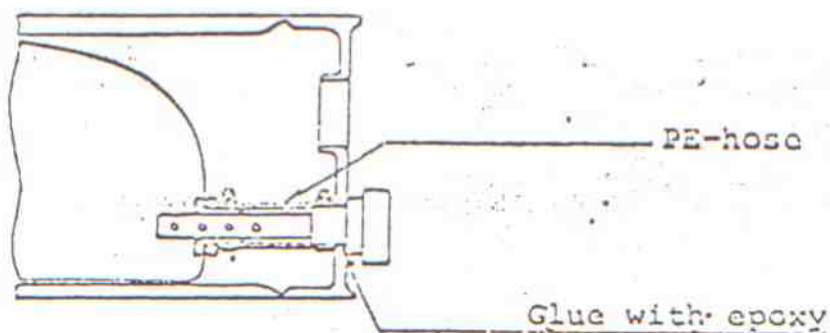

Fig 2
- 3.3 Limma anslutningen på plats med epoxylim. Slipning med sandpapper kornstorlek 100 är rekommenderad före limning. Se fig 2 nedan.